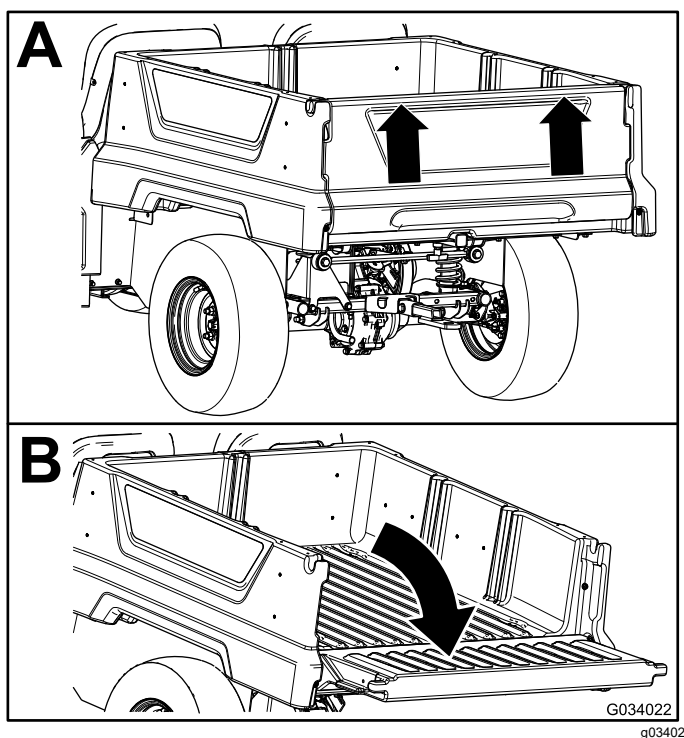

Figura 13
2. Eleve el portón trasero con las dos manos mediante el reborde cerca de la parte superior del portón trasero (Figura 13).
3. Baje el portón hasta que quede nivelado con la parte inferior de la caja de carga (Figura 13).